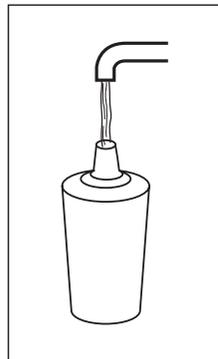

Abb. 20
- Den Filter mit Wasser füllen (Abb.20)